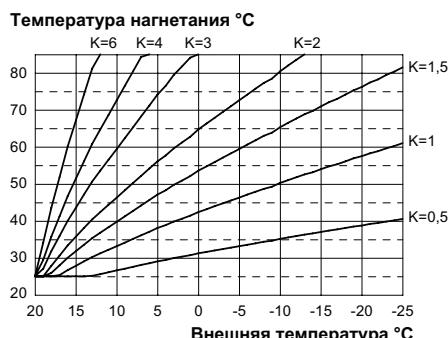

**Рисунок 5.23**
- Вставьте в зажимы E1 и E2 клеммной колодки два провода (см. Рисунок 5.23).